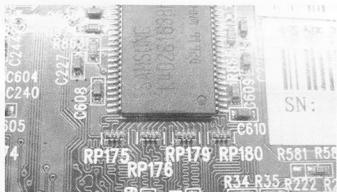

图 3-48 数据线上的串联电阻
- (1) 对显卡进行全面的外观检查，是否有掉件、烧坏、断线等外观问题。
- (2) 运行显存测试程序，根据显存排列图找出报错的数据线。必要时需要使用“短接法”才能准确定位报错的数据位。
- (3) 如果报错的只是独立的某个或几个数据位，可以参照显存脚位定义图测显存数据线的二极管值，也可以更换显存芯片排除。显存与 GPU 间数据线上有串联电阻的如图 3-48 所示，注意检查阻值是否正常。